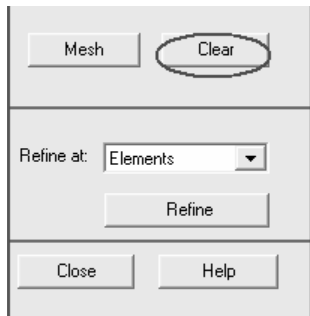

图 3-119 “MeshTool”窗口
(10) 依次选择 Main Menu>Preprocessor>Meshing>MeshTool, 弹出“MeshTool”窗口, 单击“Clear”按钮(见图 3-119), 弹出“Clear Areas”窗口(3-120)。单击“Pick All”按钮, 图形界面中的单元消失。